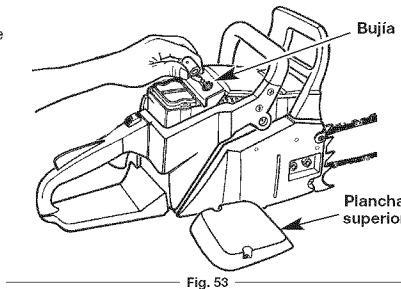

Fig. 53
2. Utilice la herramienta de uso múltiple para sacar los dos tornillos de retención de la plancha superior (Fig. 53). Quite la plancha superior.
3. Desconecte el conector de alambre de la bujía, halando y torciendo al mismo tiempo (Fig. 53).